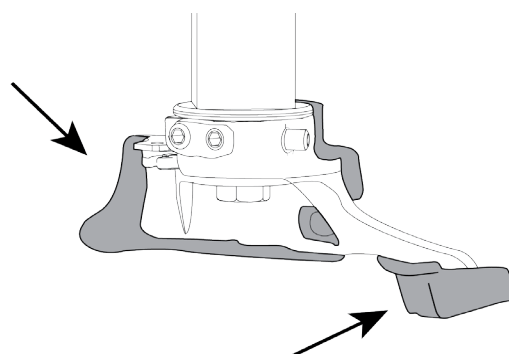

Fig. 22: Montaggio protezioni torretta
2. Regolare la posizione del manicotto di regolazione a 4 posizioni (Fig. 22) a seconda della larghezza del pneumatico (Tab. 5);